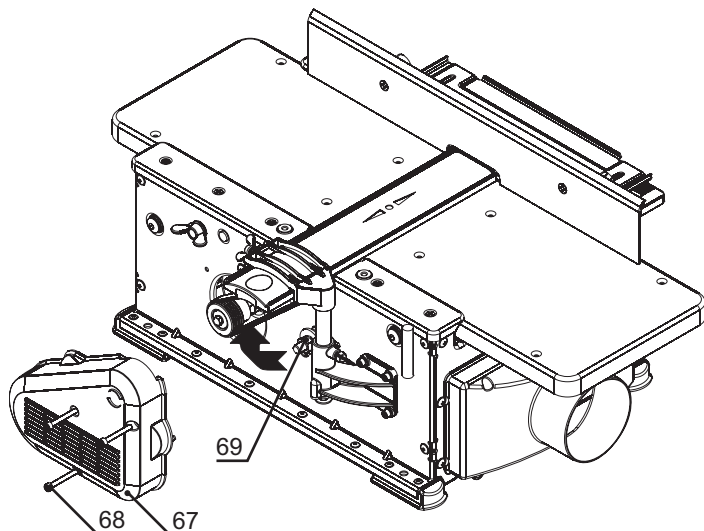

Рисунок 11.
- снять кожух 67, отвернув винты 68 (рис. 11);